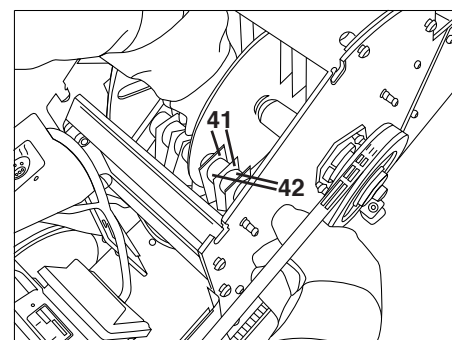

Figure 35
- Le marteau et la douille d'écartement peuvent être enlevés. Retirer les marteaux (41) et les douilles d'écartement (42) dans l'ordre dans lequel vous les enlevez de l'axe du marteau (voir « Figure 35 »).
- En montant les nouveaux marteaux, poser l'axe du marteau à travers l'orifice de montage (39) sur la paroi opposée.
- En fixant les nouveaux marteaux et douilles d'écartement, s'assurer qu'une douille d'écartement (42) soit toujours posée entre deux marteaux (41) (voir « Figure 35 »).